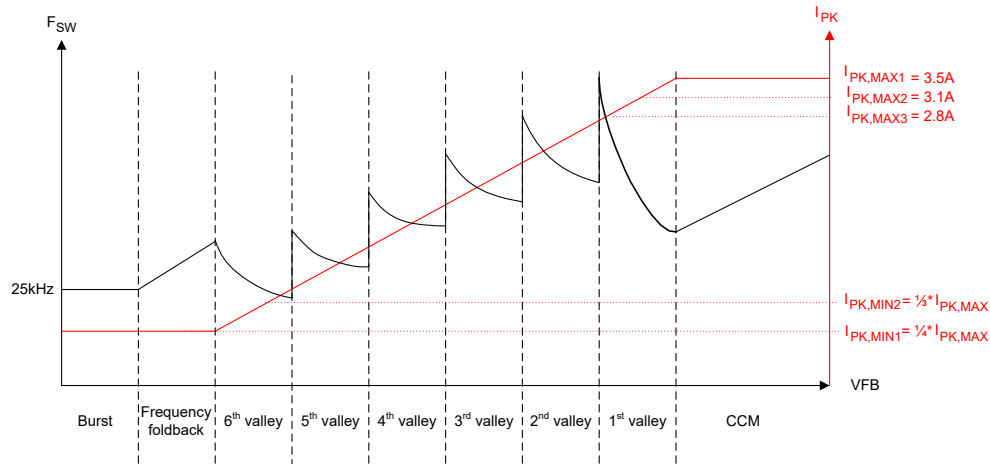
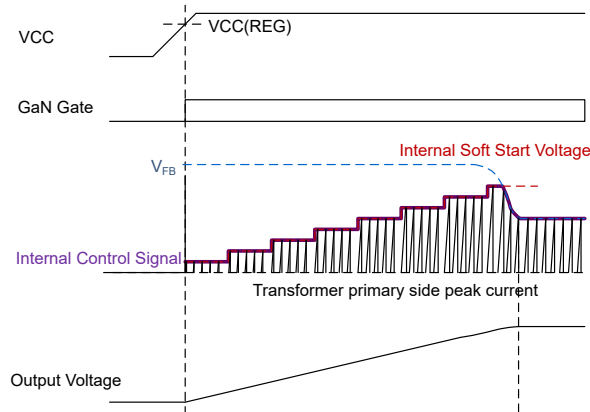

図 7-3. UCG2882x 制御規則
図 7-8. ソフト スタート シーケンス
出力レギュレーションを行うには、フィードバック (FB) ピンをオプ्टカプラのコレクタに接続します。このピンには、オプ्टカプラのバイアス用に 60k Ω の内部プルアップが備わっています。このピンの瞬間電圧は、図 7-3 の制御規則に基づいて、スイッチング周波数、ピーク電流、動作モード (バースト、フォールドバック、バレー スイッチング、または CCM) を決定し、必要な出力電力を供給します。高周波ノイズ フィルタリングのため、このピンとグラウンドとの間に 100pF または 220pF のコンデンサを接続します。
したがって、UCG2882x では、各スイッチング サイクルで、ピーク電流スレッシュホールドに達した後に、1 次側 GaN HEMT がオフになり、不連続モード (DCM) 動作中に磁化リングで次のターゲット バレーでオンになります。1 次側ピーク電流とターゲットの瞬時値は、図 7-3 の制御規則に従って帰還 (FB) ピン電圧によって決定されます。FB ピンをオプトカプラ コレクタに接続します。負の帰還ループは、出力で特定の V_{OUT} および P_{OUT} をサポートするために必要な値に FB ピンの電圧を設定します。後で説明するように、本デバイスはバースト、周波数フォールドバック、バレー スwitchング、連続導通モードの 4 つの動作モードのいずれかで動作できます。
図 7-3 に示す制御規則では、UCG2882x は最大ピーク電流 $I_{PK, MAX}$ を選択できる柔軟性を備えており、定格負荷および変圧器サイズでのスイッチング周波数に対して最適化できます。 $I_{PK, MAX}$ の各設定について、最小ピーク電流 $I_{PK, MIN}$ に対して 1/3 または 1/4 のスケーリング比を使用できます。この $I_{PK, MIN}$ 値によって、フライバック コンバータが周波数フォールドバックまたはバースト モードで動作しているときの軽負荷条件でのスイッチング周波数および損失が決定されます。 $I_{PK, MAX}$ 、 $I_{PK, MIN}$ のすべての値について、式 1 のとおり、制御規則のピーク電流と帰還電圧の勾配は同じに変わりません。表 7-5 に、表 7-2 のさまざまなピーク電流設定に対する、異なるモード間およびバレー間で遷移するためのスレッシュホールド電圧を示します。
UCG2882x は、スイッチング損失を低減するため、ソフト スイッチングとバレーでの 1 次側 FET ターンオンで動作するように設計されています。コンバータは、ピーク負荷過渡時を除き、バレー スイッチングで動作します。ピーク負荷過渡時には、CCM モード (CDX ピンを使用して有効化されている場合) に制御が移行する場合があります。バレー スイッチングモード中、目標バレーおよびピーク電流スレッシュホールドは 図 7-3 および 式 1 の制御規則によって制御されます。
図 7-3 に示すように、出力電力が増加して最初のパレー QR 動作の境界に達すると、制御は I_{PK} を選択された最大値 $I_{PK, MAX}$ にクランプし、CCM モードで 2 次側導通時間 T_{OFF} の減少を開始します。この T_{OFF} 時間の減少は、FB ピンの電圧が QR モードのオフ時間の 50% まで上昇することに比例して、QR モードの出力電力供給能力の最大 1.5 倍に達します。CCM モードでは、1 次側磁化インダクタンス L_M を使用し、CCM モードで周波数クランプに当たらないよう十分な大きさで、またアプリケーションの要件に応じて出力電圧リップルを増大させる可能性のある低調波発振を避ける必要があります。長時間の出力電力過渡に対して、コンバータは 10ms CCM タイマが満了した後に最初のパレー QR モードに戻り、QR モードで動作している間、QR および CCM モードの遷移点で可能な最大の出力電力を供給し続けます。表 7-4 の値に応じて、CDX ピンと GND の間に抵抗を接続して CCM モード動作をイネーブル/ディセーブルにできる柔軟性があります。
フライバック コンバータがオンになると、0V の出力電圧で起動します。これによって、フィードバック電圧 FB が最大値にクランプされ、過負荷保護がトリガされる可能性があります。これを防ぐため、UCG2882x はソフト スタート モードで起動します。図 7-8 に示すように、この期間中、内部 FB 電圧ランプは 0V から最大値 (4ms) まで 8 ステップ増加します。内部 FB ランプの最大値は、FB ピン電圧が $I_{PK, MAX}$ の 80% に相当する値であり、IPK ピンのさまざまな抵抗設定に対して変化します。この期間中は、この内部ランプ電圧のうち小さい方と実際の FB ピン電圧を使用して、図 7-3 の制御規則でデバイスの動作点を決定します。4ms の終わりに内部 FB ランプ電圧が最大値に達すると、出力レギュレーション用に制御が FB ピン電圧に転送されます。ソフト スタート シーケンスは、起動時、またはフォルト (自動再試行またはラッチ) およびブラウナウト状態から回復するたびに実行されます。最小周波数クランプは、ソフト スタート時にのみ 10kHz に変更されます (その他の場合は、通常動作中 25kHz)。これは、起動時にバレーが欠落しており、制御法則により、出力コンデンサを充電するために、最後のターンオン エッジから 100 μ s ごとに 1 次 GaN HEMT のターンオンが強制される場合に役立ちます。